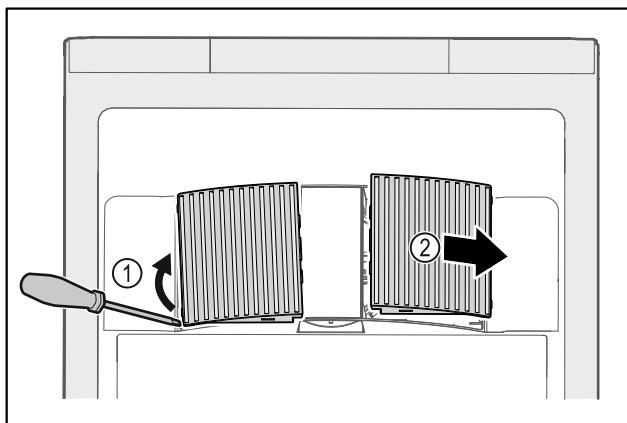

Fig. 141
- Nxirri jashtë duke i ngritur lart me kujdes kapakët mbulues të ventilatorit nga anash Fig. 141 (1) dhe hiqni nga përpara Fig. 141 (2).